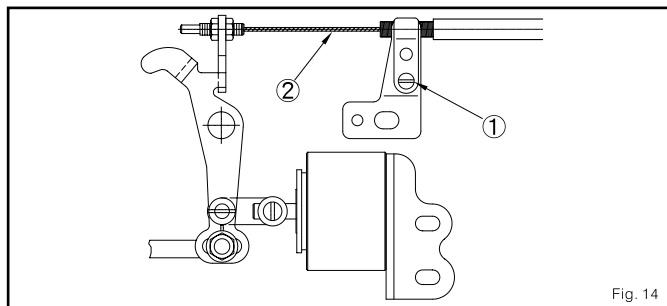

Fig. 14
2. ajustar a quantidade perdida de tensão do disco da segunda fio. (fig. 14)